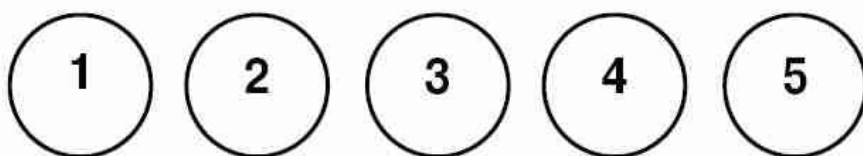

Рисунок 3 – Схема разметки участка дороги для калибровки прибора
- Выберите на дороге сухую и чистую полосу длиной приблизительно 3 м и шириной 1,5 м, разделите на 5 участков и сделайте разметку мелом (рис.3).
Методика построения градуировочной зависимости приведена в «Приложении А» следует проводить в режиме «**Установка нуля**» на участках дороги по схеме рис. 3, с последующим взятием и лабораторным испытанием вырубков (кернов).
В режиме **Установка нуля** установить прибор на дороге в центр размеченного участка 1. Через 10-15 секунд, когда показания ΔU на дисплее стабилизируются, записать измеренное значение. Повторить измерения по схеме рис. 3 и рассчитать среднее арифметическое значение показаний U_{1cp} из пяти измерений.